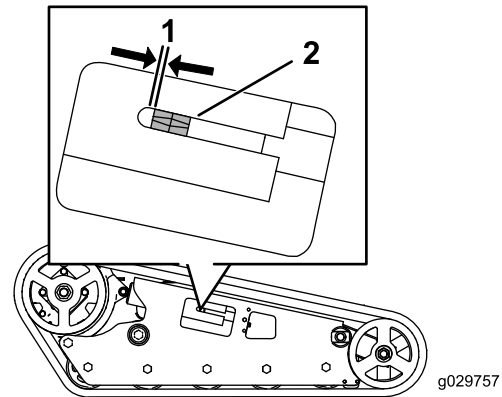

Figura 52
La tuerca tensora debe estar a 0,64 cm de la tangente de la ranura del tubo tensor (Figura 52). Si no es así, ajuste la tensión de las orugas usando el procedimiento siguiente:
4. Usando una llave de vaso de 1/2", gire el tornillo tensor en sentido antihorario hasta que la distancia entre la tuerca tensora y la parte de atrás del tubo tensor sea de 0,64 cm, según se muestra en Figura 52.
10. Gire el tornillo tensor en el sentido contrario a las agujas del reloj hasta que la distancia entre la tuerca tensora y la parte de atrás del tubo de horquilla (Figura 52) sea de 0,64 cm.
10. Gire el tornillo tensor en sentido antihorario hasta que la distancia entre la tuerca tensora y la tangente de la ranura del tubo tensor (Figura 52) sea de 0,65 cm.